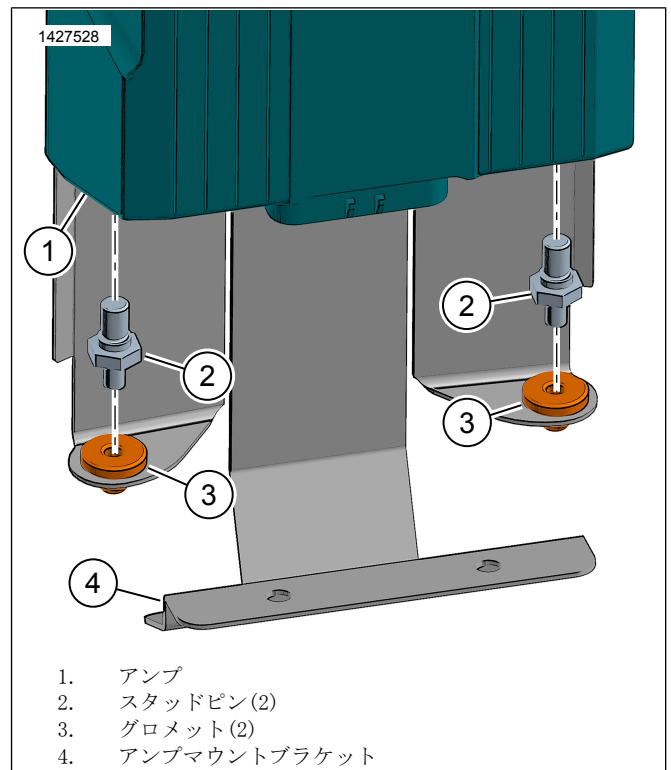

図5。アンプスタッドピン
4. 図5を参照してください。グロメット(3)をアンブマウントブラケット(4)に取り付けます。